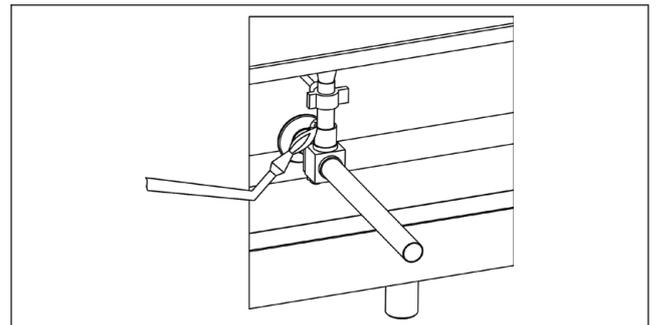

Abb. 11.6
7. Schließen Sie die Flüssigkeitsleitung an das EV an (Abb. 11.6). Beim Löteten ist es erforderlich, den Sauerstoff aus der Innenschleife der Rohrleitungen zu entfernen, um die Bildung von Ablagerungen zu verhindern. Es wird empfohlen, die Rohrleitungen vor dem Löteten mit Inertgas zu füllen.